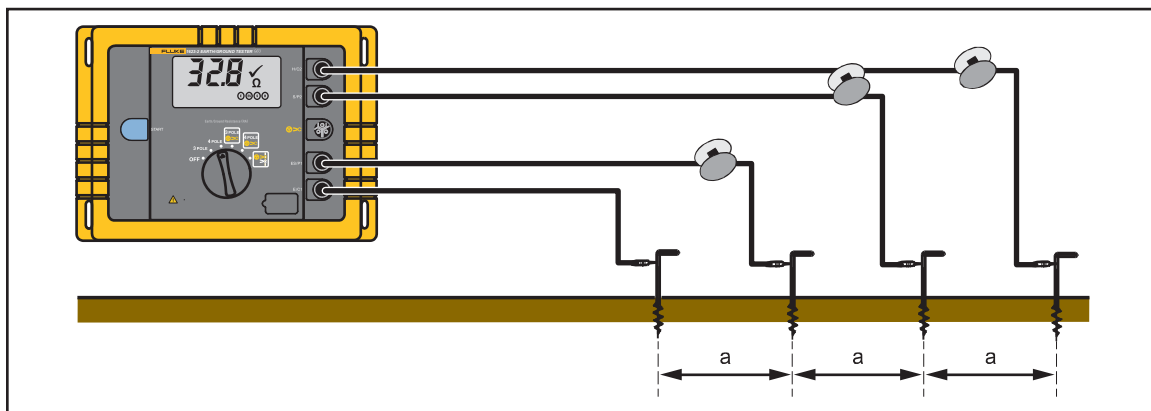

图 10. 土壤电阻率测量
土壤电阻率是计算和设计接地系统的地质和物理量。图 10 所示的测量步骤使用 Wenner 开发的方法（F. Wenner, 《A method of measuring earth resistivity》；Bull. 美国国家标准局，公报 12 (4)，文件 258，S 478-496；1915/16）。